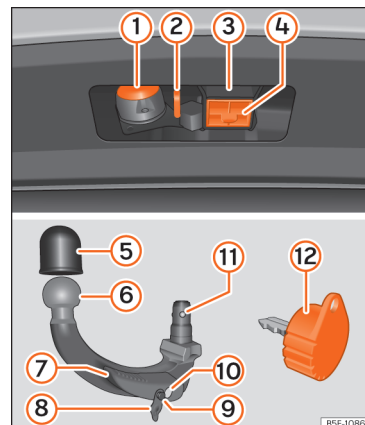

Abb. 251 Halterung der Anhängervorrichtung / Anhängerkupplung / Schlüssel
- Der obere Bereich der Aufnahme der Anhängerkupplung ist mit Schmierfett versehen » Abb. 251 ③. Wenn Sie die Vorrichtung verwenden, stellen Sie sicher, dass das Fett nicht entfernt wurde.
- Den Verschlussdeckel der Hakenaufnahme » Abb. 251 ④ nach unten abnehmen.
- Setzen Sie den Verschlussdeckel (4) auf seine Aufnahme » Abb. 251.